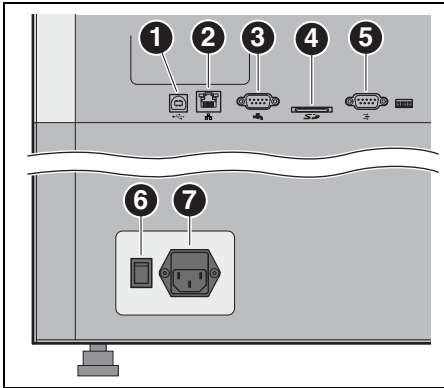
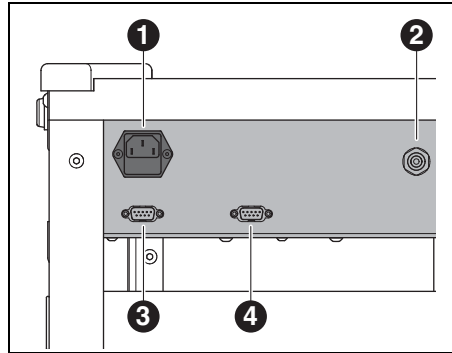

Fig. 12 Connecter les interfaces à l'arrière de Ceramill Motion 2.
Fig. 13 Interfaces sur la face arrière de Ceramill Coolstream
- ▷ Connecter l'interface de commande pour Ceramill Coolstream à l'arrière de Ceramill Motion 2 ([3] dans la figure 12) et à l'arrière de Ceramill Coolstream ([3] dans la figure 13) au câble de commande.
- ▷ Raccorder le câble de commande du dispositif d'aspiration à l'interface pour l'aspiration à l'arrière de Ceramill Coolstream ([4] dans la figure 13).
- ▷ Connecter le câble d'alimentation au branchement secteur de Ceramill Coolstream ([1] dans la figure 13) ainsi qu'à une prise secteur.
- ▷ A l'aide du câble USB ([1] dans la figure 12), relier Ceramill Motion 2 et une douille USB libre du PC au câble USB.